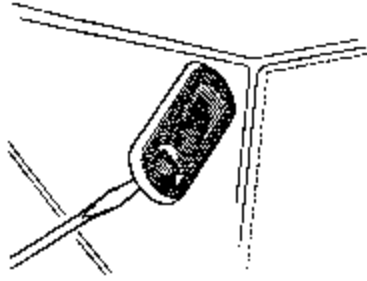

图 11-107 拆卸杂物箱照明灯
(1) 杂物箱照明灯的拆卸
- ①用起子插到散光玻璃后面，小心地把灯撬出来，如图 11-107 所示。
- ②取出带有灯座的灯罩和微型开关。
- ③更换顶灯的灯泡 12V/3W。